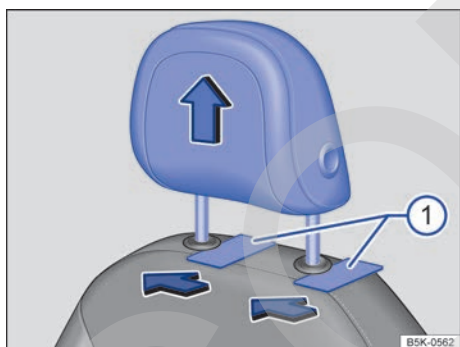

Fig. 40 Apoyacabezas delantero: desmontar.
- Para desbloquearlo, introduzca unos objetos planos (unas tarjetas de plástico, p. ej.) entre el tapizado del respaldo y las tapas de las barras del apoyacabezas → fig. 40 ① mientras una segunda persona extrae el apoyacabezas completamente. En función del equipamiento, puede que sea suficiente con desbloquear la barra izquierda.